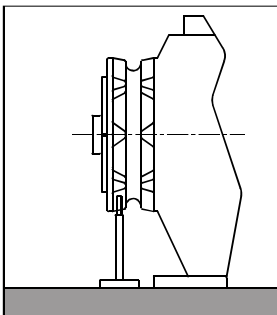

Fig. 1
2. Per i salpa ancora ad asse orizzontale (vedi Fig. 1) eseguire la foratura sulla circonferenza esterna del barbotin.